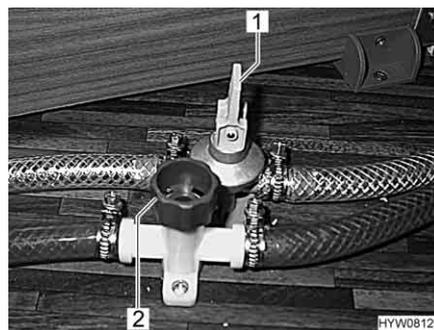

Bild 141 Ablasshähne
- Alle Ablasshähne für den Boiler schließen. Dazu den Kipphebel (Bild 141,1) waagrecht stellen bzw. die Kappe (Bild 141,2) im Uhrzeigersinn drehen.
- Alle Ablasshähne für den Boiler öffnen. Dazu den Kipphebel (Bild 141,1) senkrecht stellen bzw. die Kappe (Bild 141,2) entgegen dem Uhrzeigersinn drehen.